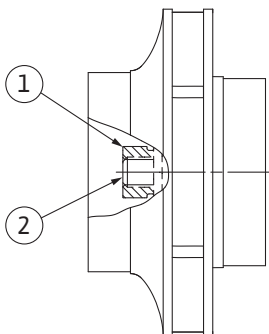

Fig. 106: Правильне положення гайки робочого колеса після монтажу
8. Утримуючи вал ріжковим гайковим ключем (розмір 22 мм), затягнути гайку робочого колеса з передбаченим крутним моментом «Крутні моменти затягування» [► 147]). Гайка (Fig. 106, поз. 1) має розташовуватися відносно кінця вала приблизно на $\pm 0,5$ мм (Fig. 106, поз. 2). Якщо цього досягнути не вдалося, викрутити гайку й повторити операції 4 – 8.